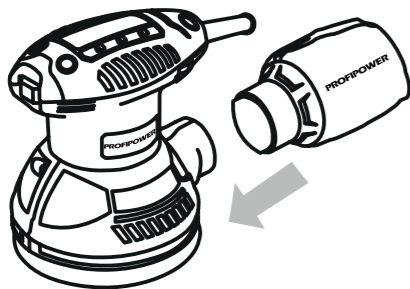

Рисунок 2.3.4. Установка пылесборника
- наденьте его на пылеуловитель шлифовальной машины легким вращательным движением (рис. 2.3.4);